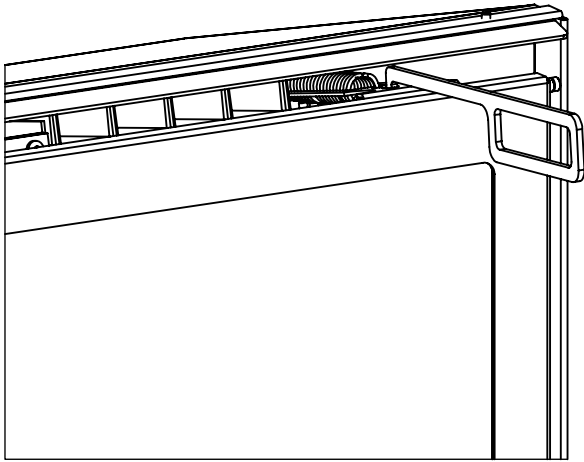
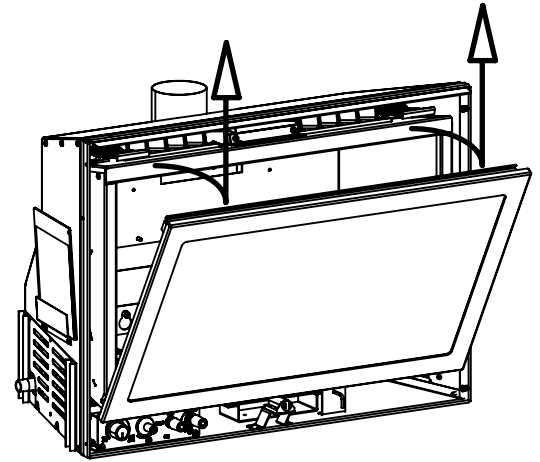

Figure 8: Ouverture de la porte.
Figure 9: Retrait de la porte.
Retirez la porte vitrée, en plaçant l'extrémité recourbée de l'outil d'ouverture de porte dans le trou sur le mécanisme de verrouillage (voir figure 8) et tirez sur le verrou, puis vers le centre de l'unité. Lorsque les deux (2) verrous ont été libérés, inclinez la porte vers avant, puis soulevez-la pour dégager les languettes du bas de la porte (voir figure 9).